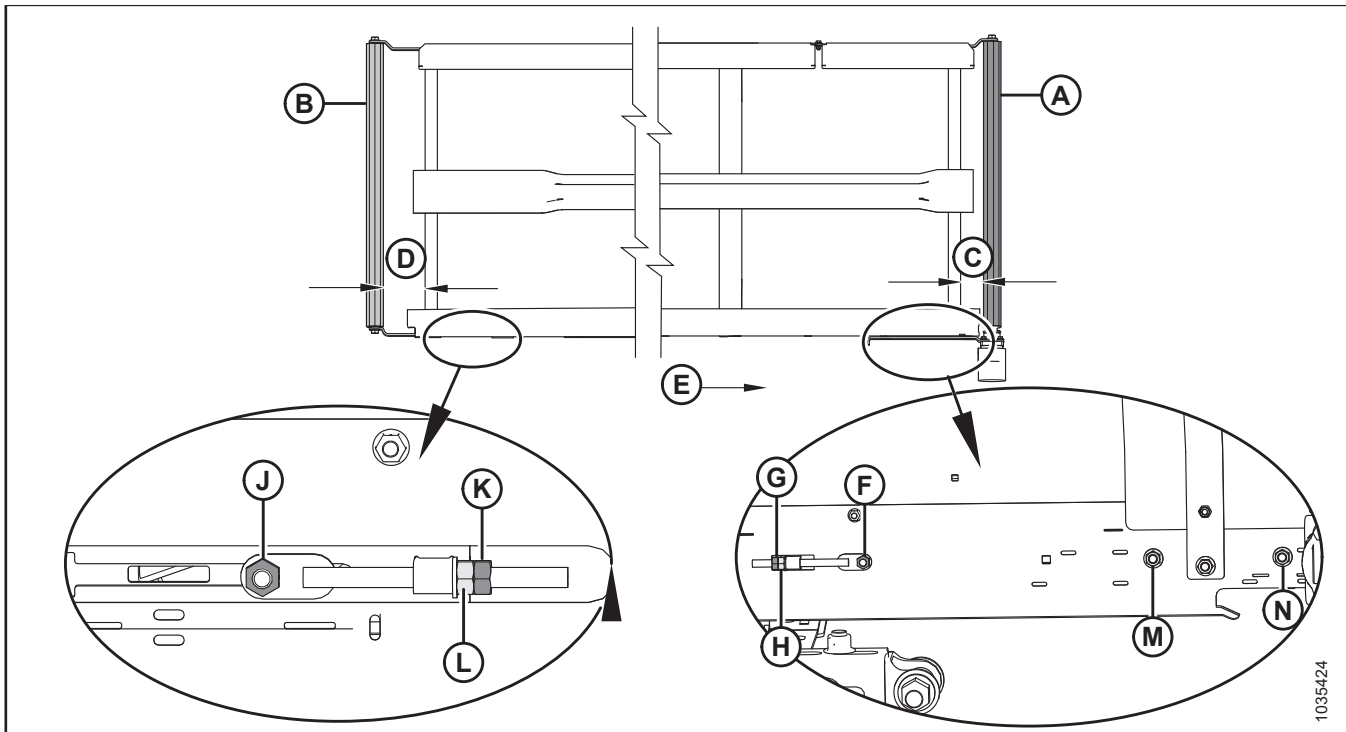

Figura 4.233: Reglaje de urmărire a transportorului cu bandă – Transportor cu bandă stânga
2. Reglați cilindrul de acționare (A) pentru a modifica **C** (consultați Tabelul 4.2, pagina 424 și Figura 4.233, pagina 424), după cum urmează:
- a. Slăbiți piulițele (F), (M) și (N) și contrapiulița (G).
- b. Rotiți piulița de reglare (H).
- c. Strângeți piulițele (F), (M) și (N) și contrapiulița (G).
3. Reglați rola întinzătoare (B) pentru a modifica **D** (consultați Tabelul 4.2, pagina 424 și Figura 4.233, pagina 424), după cum urmează:
- a. Slăbiți piulița (J) și contrapiulița (K).
- b. Rotiți piulița de reglare (L).